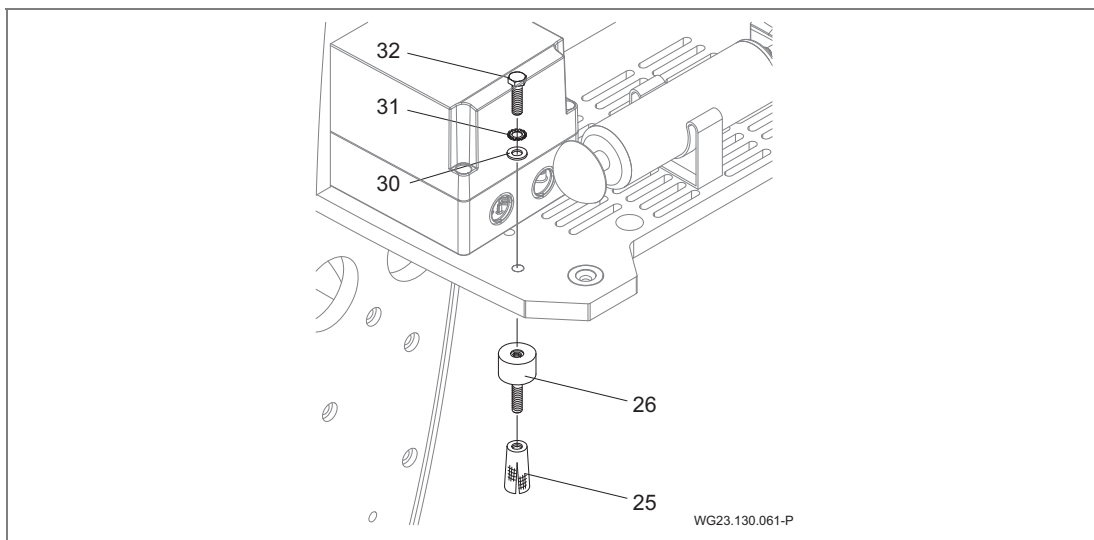
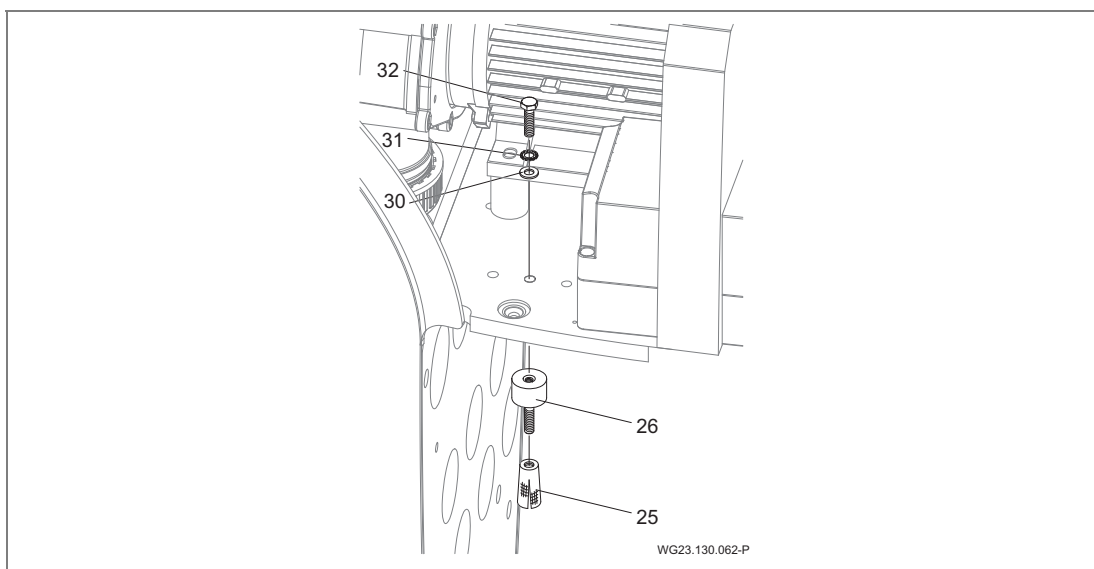

Abb. 6
Abb. 7
- Messingspreizdübel (25) einsetzen und Schwingmetallpuffer (26) aufschrauben. Siehe "Abb. 6" und "Abb. 7" auf Seite 21.
→ Anlage auf die Schwingmetallpuffer aufsetzen und durch Sechskantschrauben (32) mit Zahnscheiben (31) und Beilagscheiben (30) befestigen. Siehe "Abb. 6" und "Abb. 7" auf Seite 21.